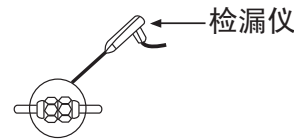

图 33
- 3 用 ⑫ 塑料绝缘带把铜管和连接电缆包起来。
- 4 在接口处用检漏仪或者肥皂水来检查是否有泄漏。（如图33）